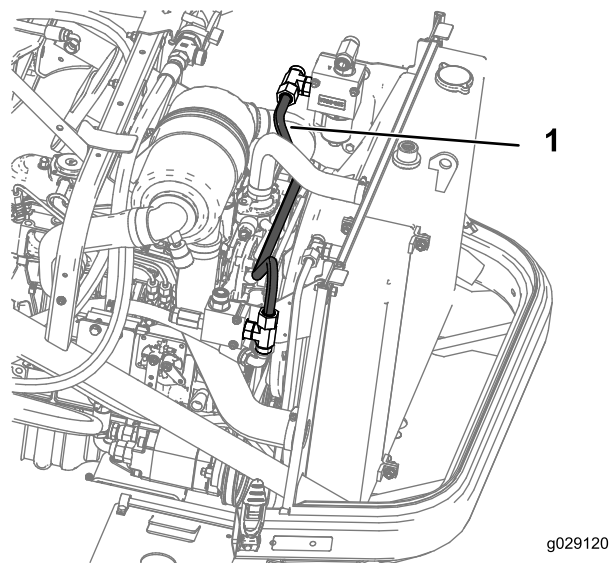

Figura 29
9. Instale o tubo hidráulico D da união adaptadora em T (5/8 pol. macho), no conjunto do coletor direito, na união adaptadora em T (5/8 pol. macho) no conjunto do coletor esquerdo como se mostra na Figura 29.